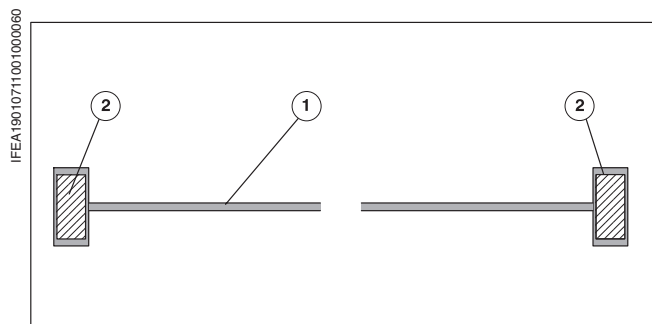

Рис. 36 Эластичная лента Super Blue
Эластичные ленты Super Blue (Рис. 36/①) - это эластичные ленты, которые могут использоваться при возникновении проблем в связи с проблемными печатными материалами или картоном. Они предотвращают отмарывание при транспортировке листов через выводной барабан. 2 эластичные ленты входят в комплект поставки выводного барабана Super Blue. Эластичные ленты закрепляются клейкими полосами (Рис. 36/②) в канале выводного барабана.